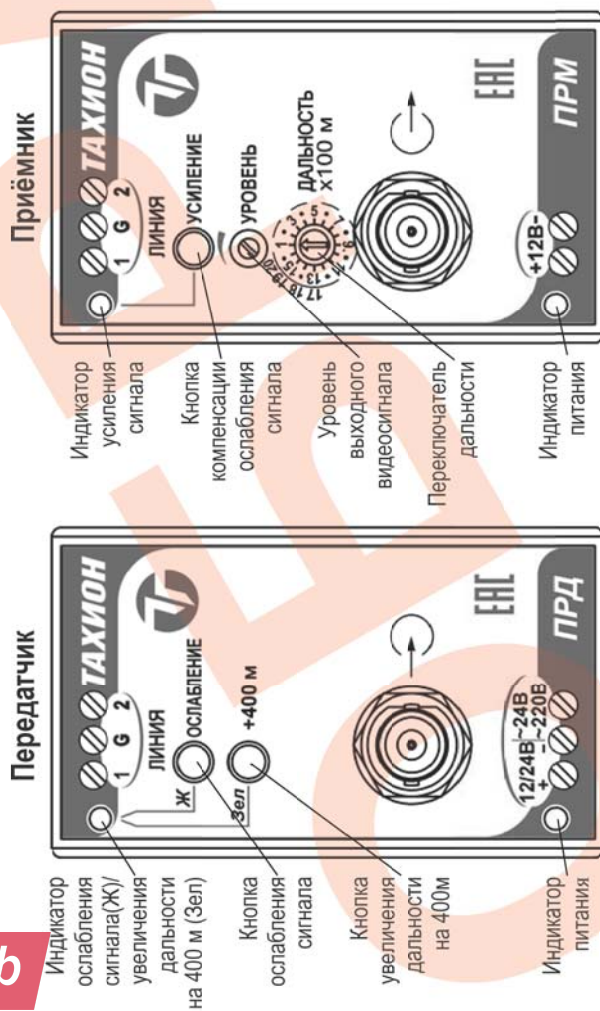

Рис.2 Элементы настройки и индикации
5. Переключателем «ДАЛЬНОСТЬx100 м», расположенным на передней панели приёмника (рис.2), установить значение длины линии по таблице 1.
6.1. Регулировка уровня выходного сигнала (потенциометр «УРОВЕНЬ», рис.2) позволяет выровнять уровни видеосигналов от различных камер на видеовходах аппаратуры коммутации и регистрации. Для точной установки размаха полного видеосигнала от уровня синхронизирующих импульсов до уровня белого, равного 1В на нагрузке 75 Ом, необходимо использовать осциллограф.
6.2. Для устранения пережёстных помех, возникающих при использовании одного кабеля для передачи удалённого (ослабленного) сигнала и сигнала от близко расположенного (100 м - 600 м) к приёмнику передатчика, рекомендуется использовать кнопки «ОСЛАБЛЕНИЕ» и «УСИЛЕНИЕ» (рис.2). При нажатии, на близко расположенном к приёмнику передатчике, кнопки «ОСЛАБЛЕНИЕ» сигнал ослабляется на 16 дБ, для восстановления сигнала до 0 дБ на соответствующем приёмнике необходимо нажать кнопку «УСИЛЕНИЕ», при этом загорается жёлтый индикатор.